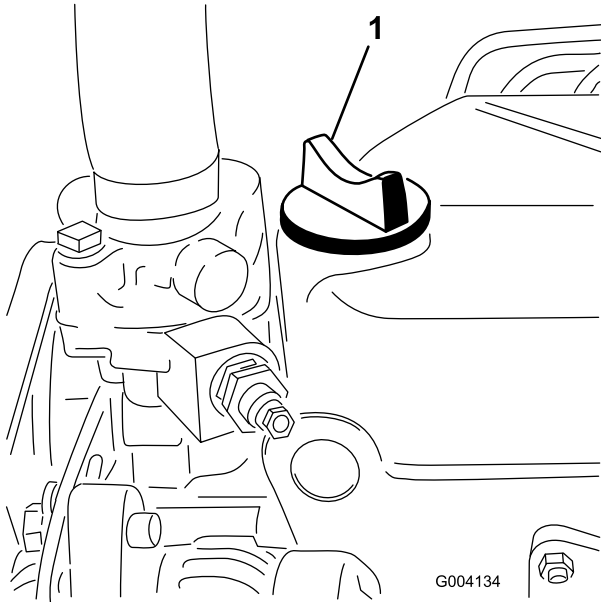

图31
- 如果油位低于已满标记，应取下加油盖（图31），添加机油，直至油位达到量油尺上的已满标记。